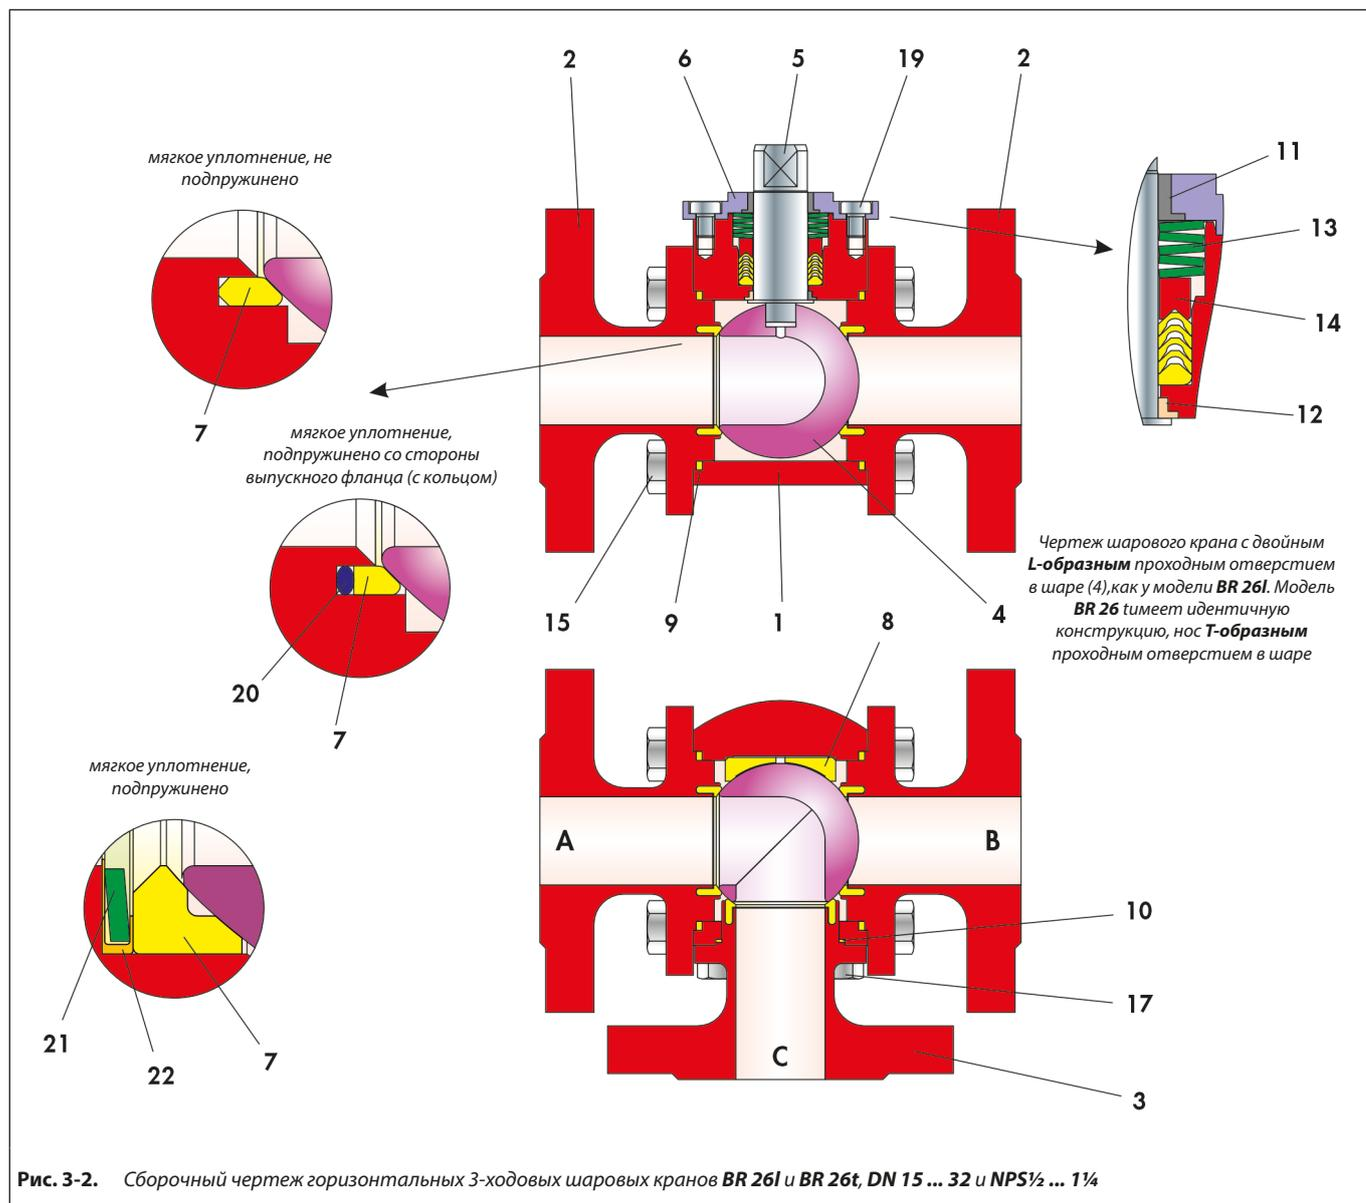

Рис. 3-2. Сборочный чертеж горизонтальных 3-ходовых шаровых кранов BR 26I и BR 26t, DN 15 ... 32 и NPS½ ... 1¼
– В зависимости от исполнения могут использоваться резьбовые шпильки (15) с гайками (16) или винты (15).
- ⇒ Поместите втулку подшипника (12) в соответствующее место в основном корпусе (1).
- ⇒ Вдавите вал управления (5) через установленную втулку подшипника (12) в основной корпус. Убедитесь, что вал управления может двигаться.
- ⇒ Слегка поверните V-образную уплотнительную манжету (14) так, чтобы ее было легче поместить на установленный вал управления (5), и вставьте манжету в соответствующее место для уплотнения в основном корпусе (1). Расположение V-образных манжет показано на рис. 3-2.
- ⇒ Поместите тарельчатые пружины (13) на уплотнение. Положение тарельчатых пружин показано на рис. 3-2.
- ⇒ Вдавите втулку подшипника (11) во фланец сальниковой коробки (6).
- ⇒ Поместите фланец сальниковой коробки (6) через вал управления (5) в основной корпус (1).
- ⇒ Слегка смажьте винты (19).
- ⇒ Отрегулируйте фланец сальниковой коробки винтами (19).